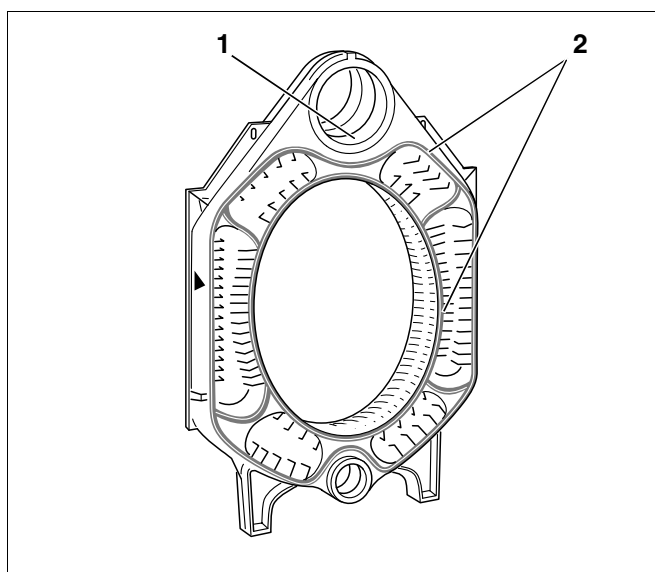

Fig. 14 Préparation de l'élément intermédiaire
- Enduire de minium les surfaces d'étanchéité des moyeux (fig. 14, **pos. 1**).
- Enduire les languettes d'étanchéité de produit adhésif (primer) (fig. 14, **pos. 2**).